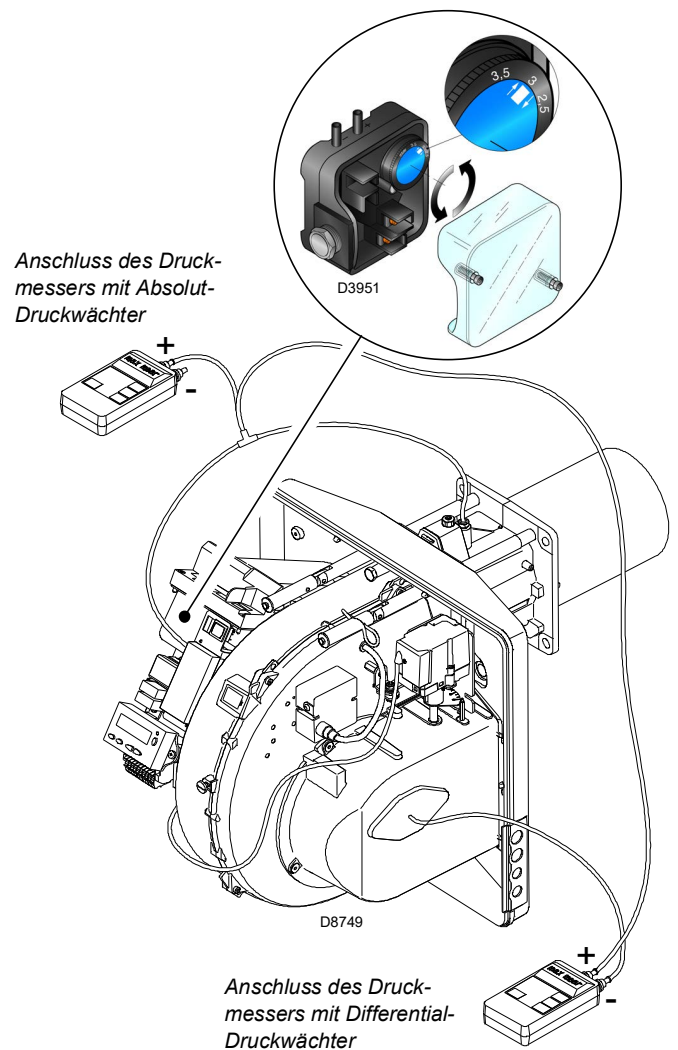

Abb. 27
- Regeln Sie den Luftdruckwächter (Abb. 27 auf Seite 31) auf den Skalenanfang.
Die Einstellung des Luftdruckwächter (Abb. 27) nach Durchführung aller anderen Einstellungen des Brenners mit auf erster Stufe eingestelltem Luftdruckwächter ausführen.
Der Anschluss des Druckmessers ist in Abb. 27 angeführt. Die Standardkonfiguration ist die des absolut angeschlossenen Luftdruckwächters. Man beachte das Vorhandensein eines nicht mitgelieferten "T"-Anschlusses.
Bei einigen Anwendungen mit starkem Unterdruck verhindert der Anschluss des Druckwächters dessen Umschalten. In diesem Fall ist es notwendig, den Druckwächter differential anzuschließen, indem eine zweite Leitung zwischen Luftdruckwächter und Saugleitungsöffnung des Gebläses angebracht wird. Dann muss auch der Druckmesser differential angeschlossen werden, d.h. wie in Abb. 27 gezeigt.